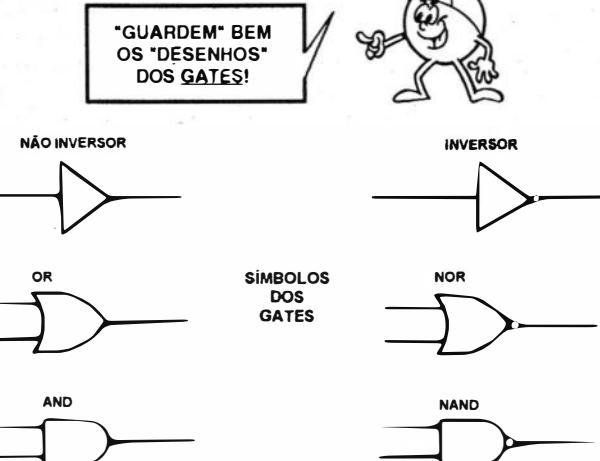

FIG. 13
- FIG. 13 - RECAPITULANDO OS SÍMBOLOS DOS PRINCIPAIS BLOCOS LÓGICOS (GATES BÁSICOS...)